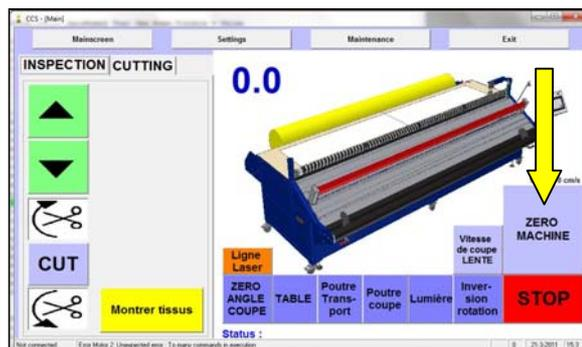
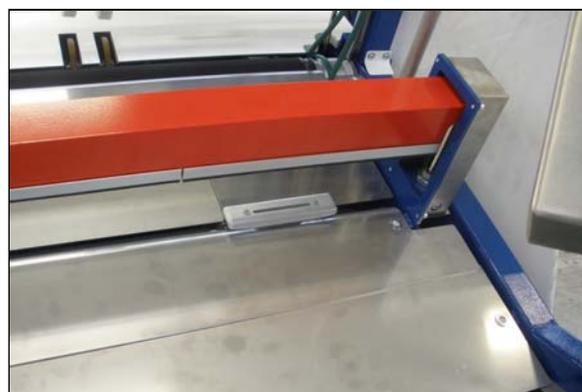

Figure 20 [Home] activer pour le démarrage de la machine
Figure 21 Tête de coupe en position de repos
- ▶ Activer **[Home]** (Figure 20). La tête de coupe fait un petit mouvement et se positionne à l'extrême droite (voir Figure 21).